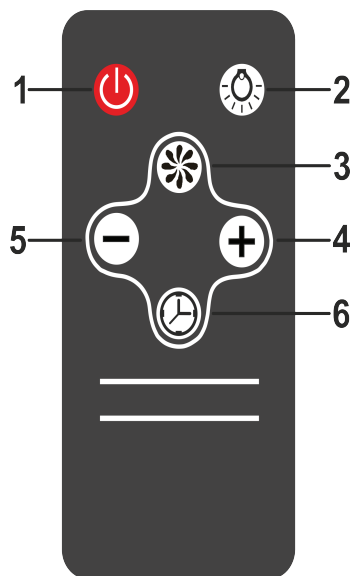

Рис.6
7.2 Управление вытяжкой с помощью дистанционного пульта (рис.6).